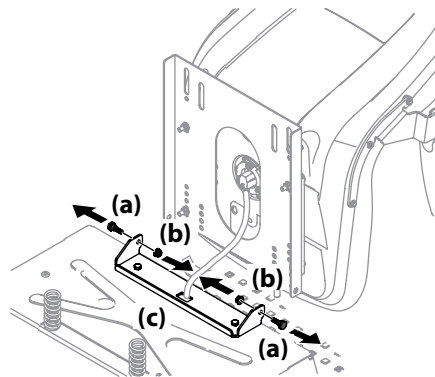

Figura 2-2
- Quite los dos tornillos con reborde (a) y las tuercas de seguridad con brida (b) del soporte del asiento (c) tal como se muestra en la Figura 2-2.